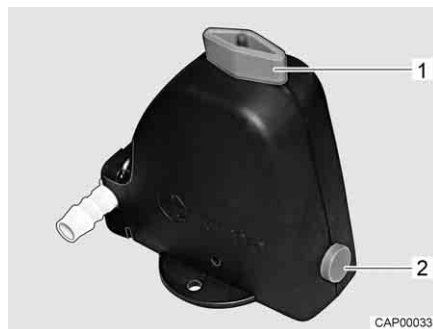

Bild 240 Säkerhets-/avtappningsventil (Truma)
- Säkerhets-/avtappningsventilen (Truma) stängs. Ställ vredet (Bild 240,1) diagonalt mot säkerhets-/avtappningsventilen och tryck in tryckknappen (Bild 240,2).